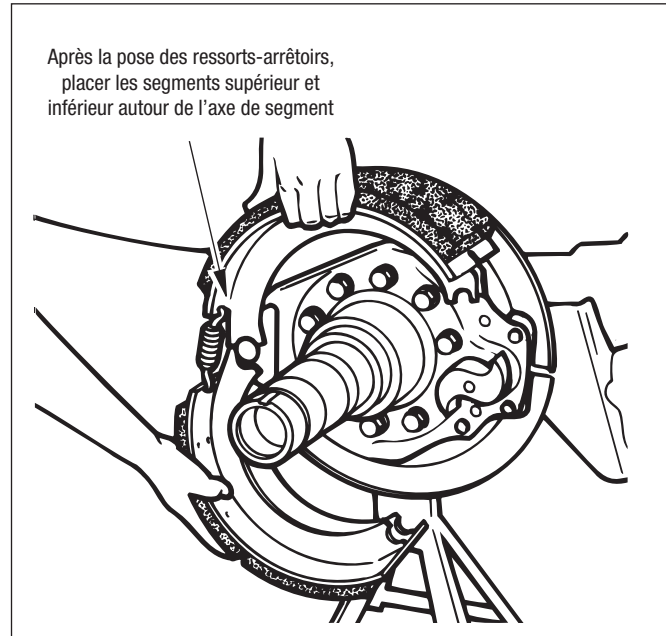

Figure 61 – Positionnement des segments supérieur et inférieur
4. Positionner les segments supérieur et inférieur autour de l'axe de segment. Cf. *Figure 61*.